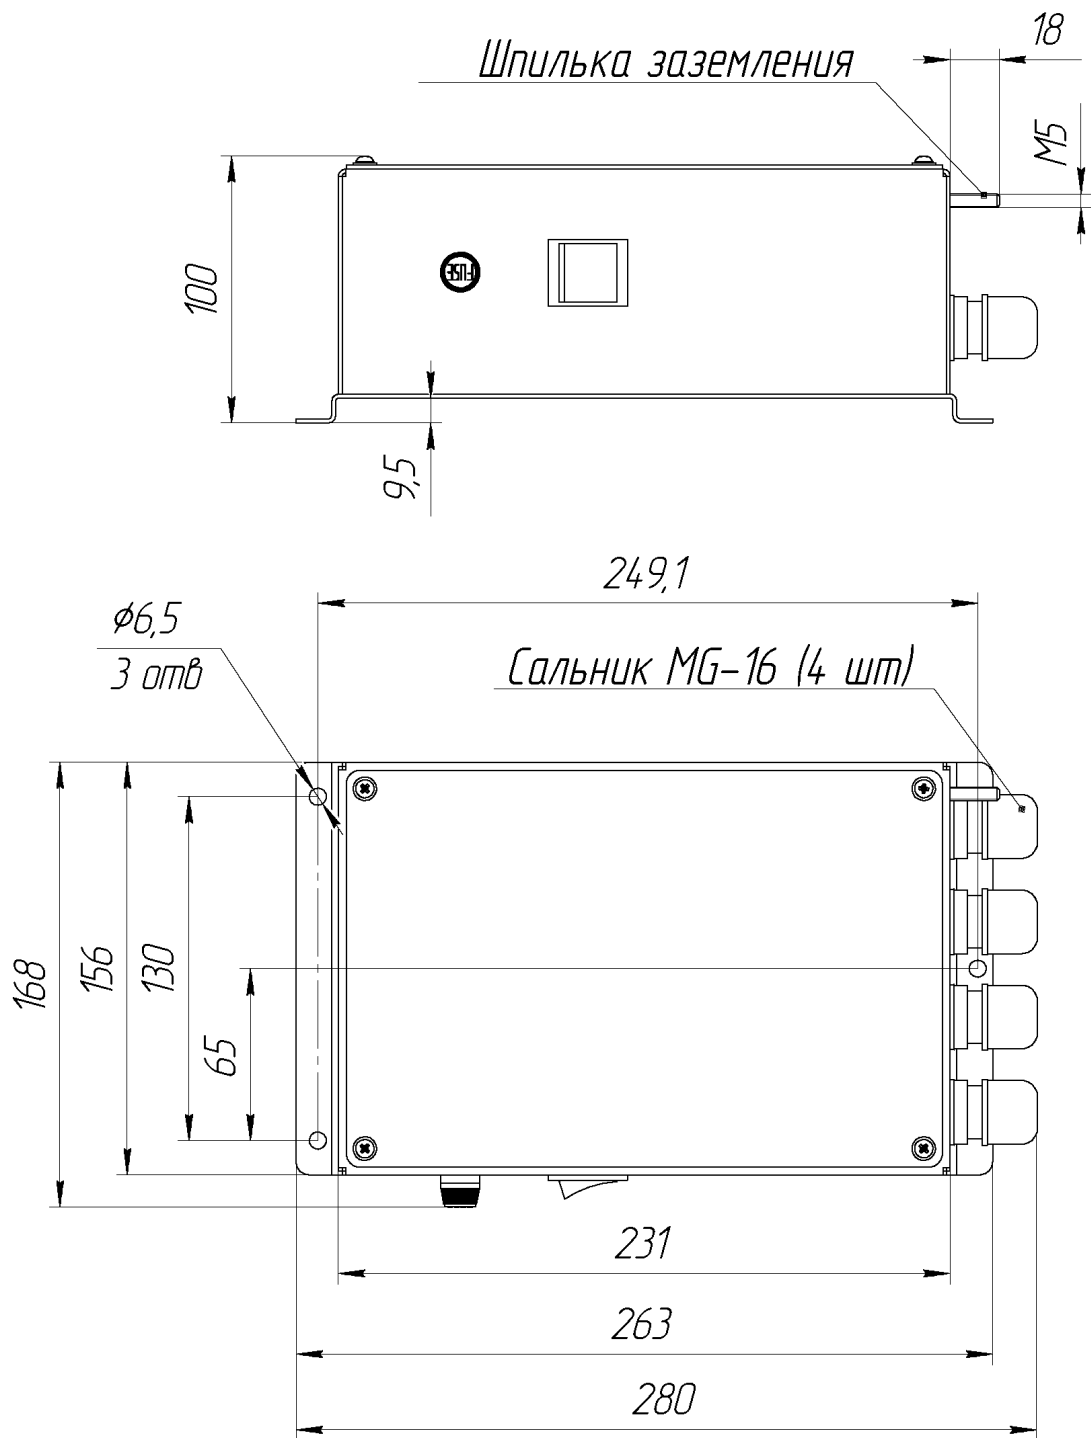

Рисунок 3. Габаритные и установочные размеры БП.
2. Корпус БП прочно закрепите на вертикальной стенке и усилием руки проверьте надежность его крепления. Размеры для установки указаны на габаритном чертеже (смотрите Рисунок 3).